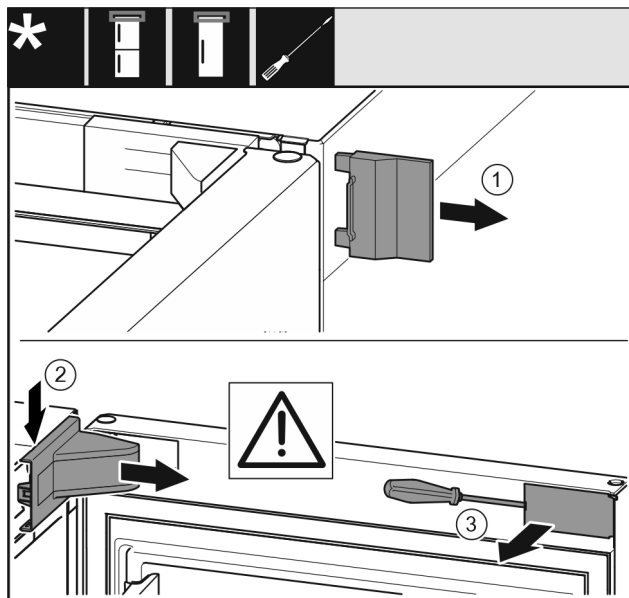

Fig. 8
► Snemite zunanji pokrov *Fig. 8 (1)*.
► Snemite in odstranite pokrov ležajnega podstavka *Fig. 8 (2)*.
- ▶ S ploščatim izvijačem sprostite zaslonko Fig. 8 (3) in jo obrnite na stran.